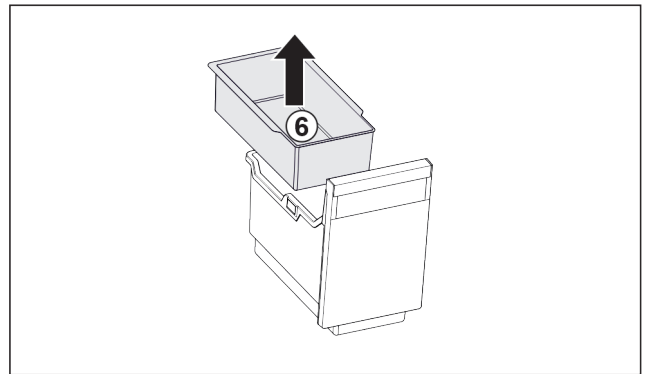

Fig. 19
- ▶ Rimuovere la vaschetta da agganciare Fig. 19 (6).